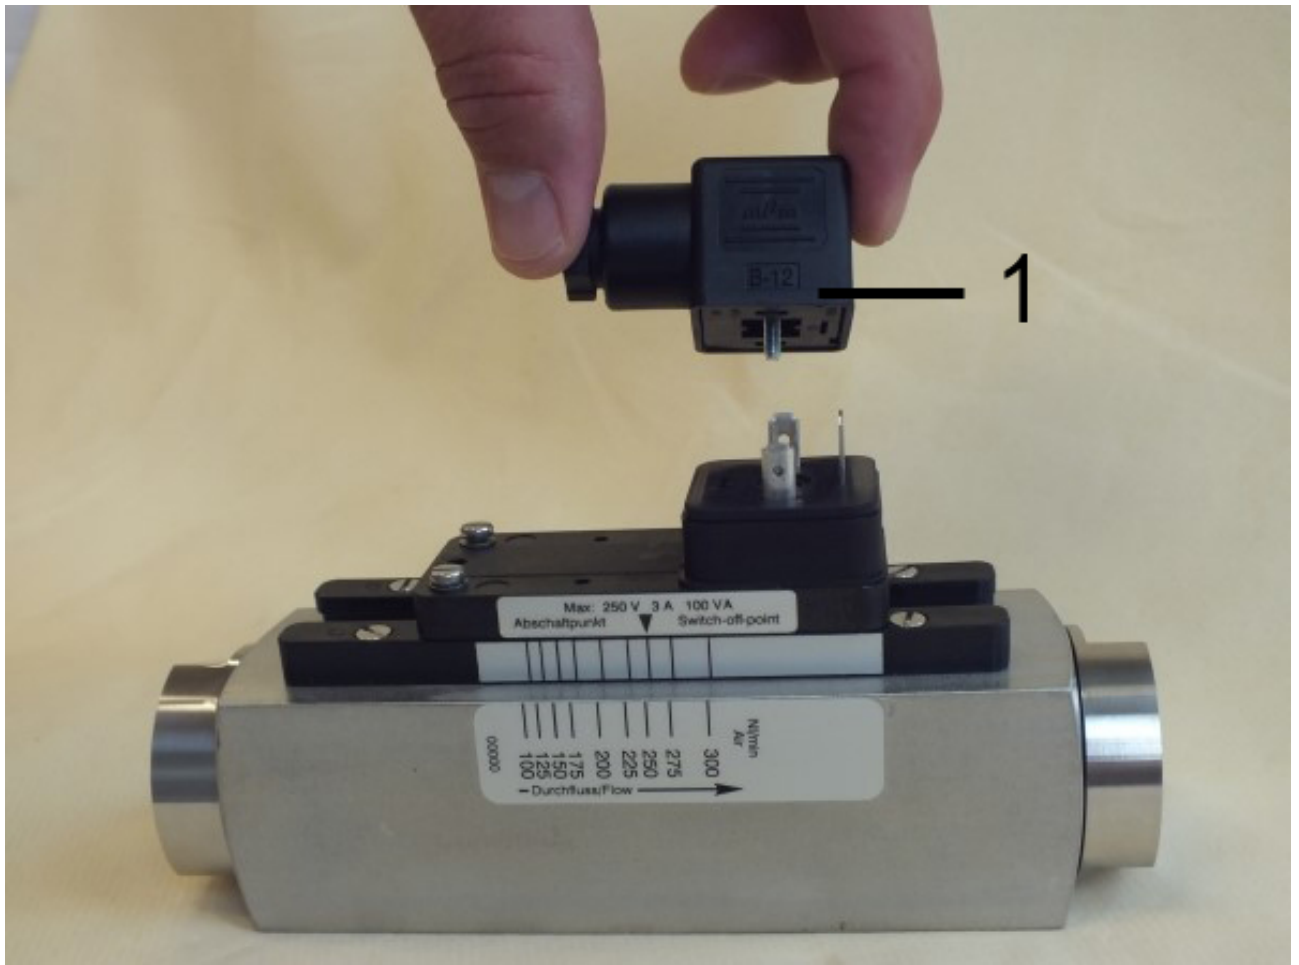

Abb. 27: Steckerdose abziehen
2. ➡ Ziehen Sie die Steckerdose (Abb. 27) ab